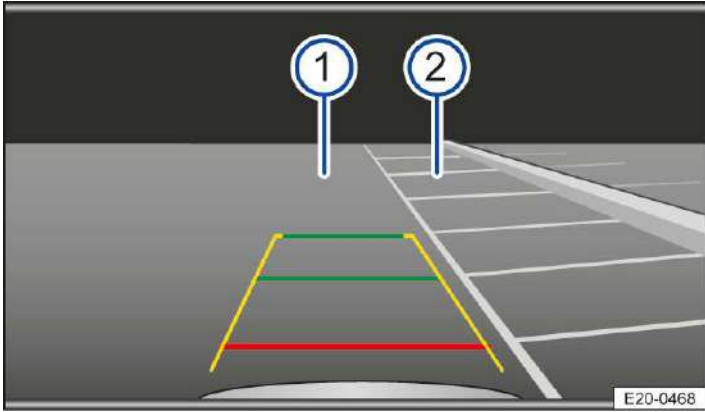

Abb. 1 Infotainment-System: Parklücke aussuchen.
4. Fahrzeug vor der Parklücke → *Abb. 1* **2** positionieren.